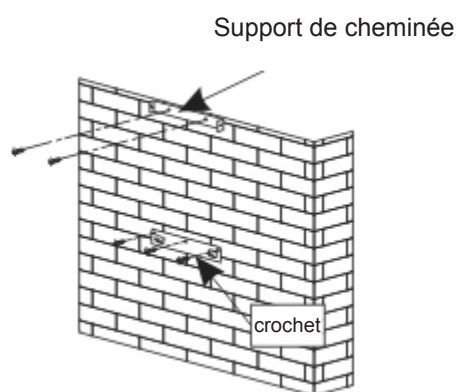

fig. 3
- Tracez sur le mur les 3 trous que vous devez percer en utilisant le crochet de suspension de la hotte fourni et en respectant la distance conseillée (fig.3).
- Fixez le support de fixation de la hotte en veillant à ce qu'il soit parfaitement de niveau (fig.3).
- Calculez la hauteur finale pour fixer l'étrier en U de support de la cheminée (fig.3).
- Percez les 2 trous de 8mm et fixez l'étrier de support de la cheminée en faisant attention qu'il soit bien dans l'axe de la hotte (fig.3).
- Calculez la hauteur finale pour fixer l'étrier de support de la cheminée (fig.3).